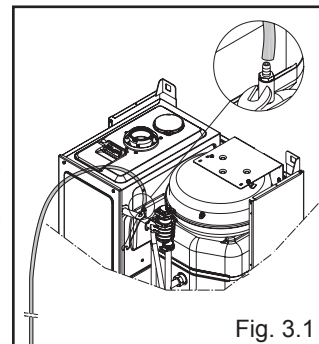

Fig. 3.1
1. Con una chiave CH11 aprire la valvola di sfogo aria manuale posizionata sopra la cassa aria (fig. 3.1). È necessario collegare alla valvola il tubetto a corredo caldaia per poter scaricare l'acqua in un recipiente esterno.